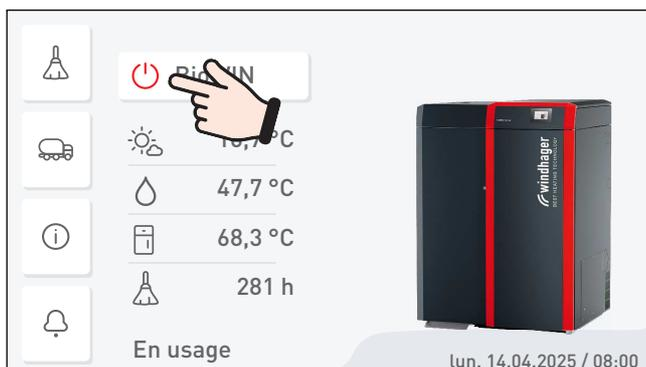

Fig. 54 Éteindre la chaudière à pellets
- ▶ Éteindre la chaudière à pellets en appuyant sur la touche MARCHE/ARRÊT sur InfoWIN Touch (Fig. 54 – voir aussi la notice d'utilisation d'InfoWIN Touch) et attendre que la phase d'extinction soit terminée (env. 20 min).